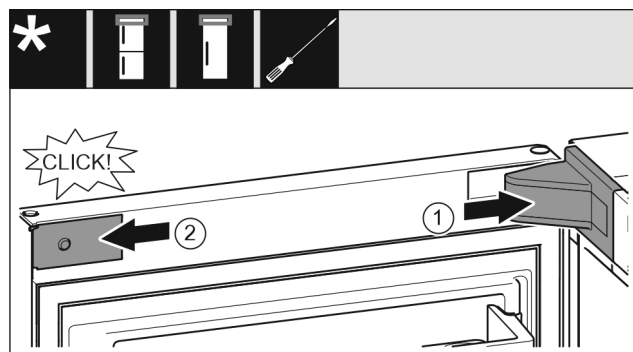

Fig. 24
- ▶ Lagerbockabdeckung Fig. 24 (1) aufsetzen und einrasten, ggf. vorsichtig auseinanderdrücken.
- ▶ Blende Fig. 24 (2) seitlich ansetzen und einrasten.